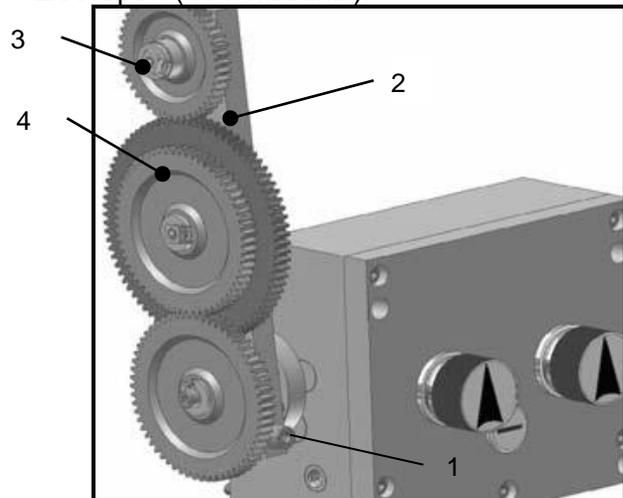

Рис. 15
- Ослабьте винт (1, *Рис. 15*) поворотной консоли (2, *Рис. 15*)
- Выведете, повернув на себя, из зацепления со шпинделем консоль (2, *Рис. 15*) с набором шестерен для удобства настройки
- Извлеките фиксирующие шайбы осей шестерен, и открутите квадратные гайки (3, *Рис. 15*)
- Аккуратно снимите шестерни (4, *Рис. 15*) с осей, извлеките передвигаемые сухари осей шестерен (не показаны).
После регулировки зазоров между шестернями и их фиксации, поворотом консоли (2, *Рис. 15*) введите шестерни в зацепление с шестерней на шпинделе и зафиксируйте ее винтом (1, *Рис. 15*).